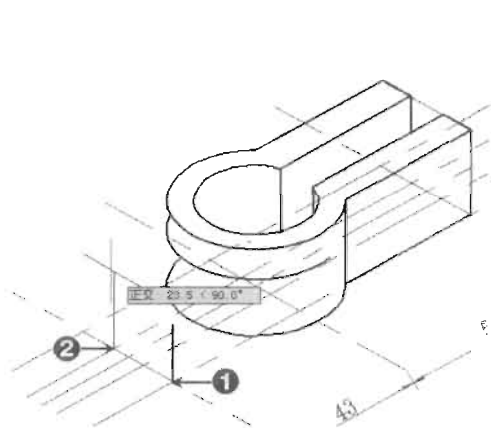

图 11-73
(10) 单击“绘图”工具栏中的“直线”按钮 ，以如图 11-73 所示的两点为端点绘制两条长度为 17mm 的线段。